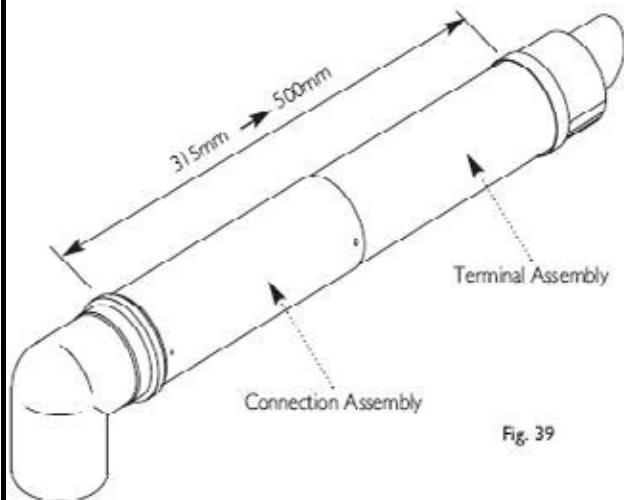

Fig. 39
2. Эти две секции могут быть приспособлены, чтобы обеспечить длину между 315 мм и 500 мм (рис. 39) когда измерено от локтя гриппа (есть 50-миллиметровое обязательство в локоть),